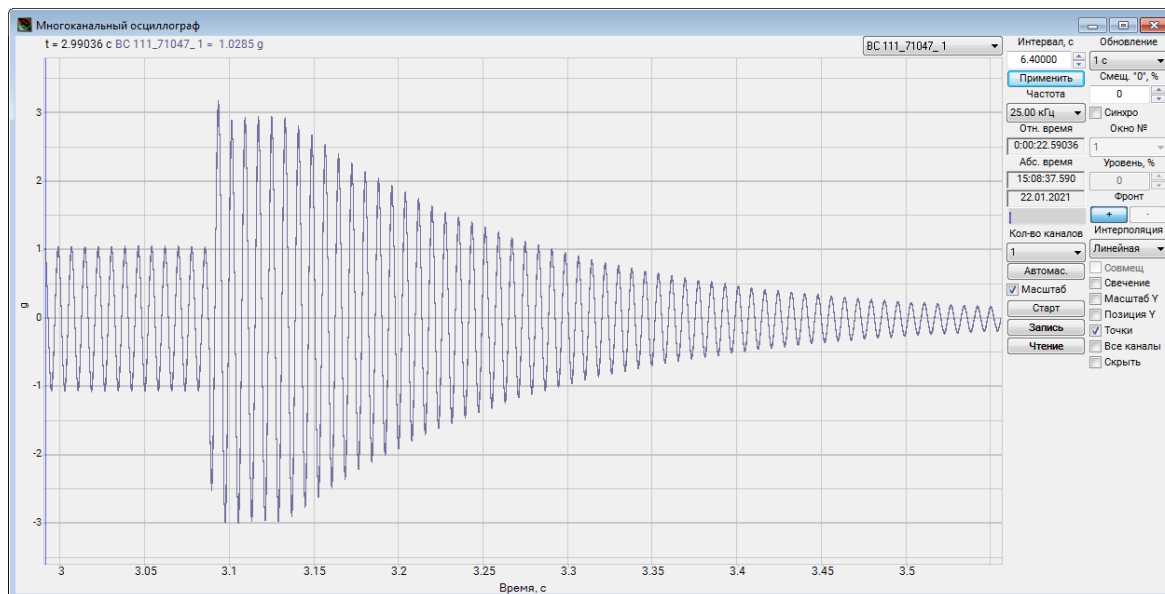

Рис. 16.3 Программа «Многоканальный осциллограф»
- ✓ «Многоканальный осциллограф» (панель ZETLAB, раздел «Отображение») – предназначена для оценки формы сигнала и измерения мгновенных значений *Рис. 16.3*;